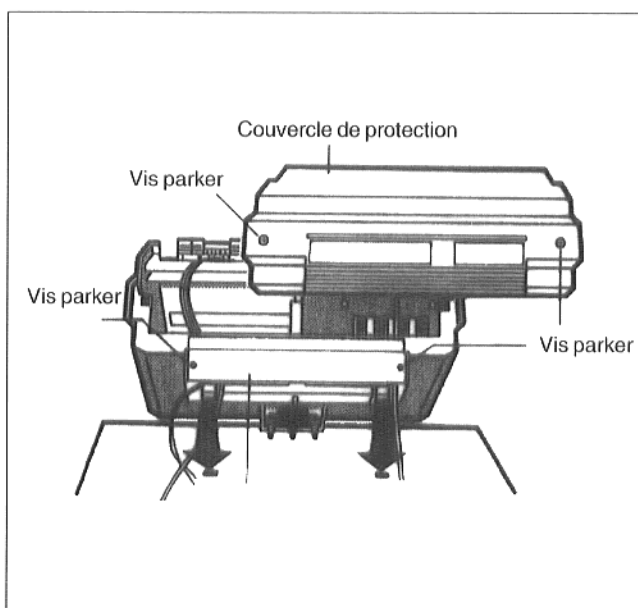

Fig. 15
- Dévisser les 2 vis Parker du couvercle de protection du bornier et retirer le couvercle (fig. 15)
- Placer l'appareil de régulation de sorte que les ergots d'emboîtement de devant s'emboîtent dans les fentes oblongues puis le tirer vers l'avant et enfin le faire basculer vers l'arrière jusqu'à ce que les 2 ergots élastiques s'enclenchent à droite et à gauche (flèche - Fig. 15)
- Poser le couvercle du bornier et le fixer à l'aide de deux vis Parker (figure 15).